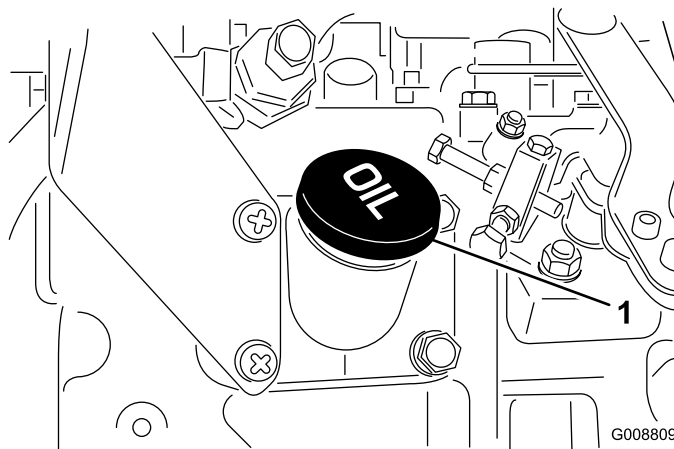

Figure 14
4. Si le niveau d'huile ne se situe pas dans la plage de sécurité, enlevez le bouchon de remplissage (Figure 14) et faites l'appoint jusqu'à ce que le niveau correct soit atteint. **Ne remplissez pas excessivement.**